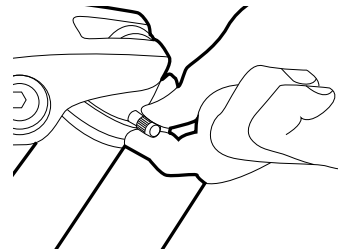

Figura 23. Manipolazione del cappuccio della valvola
- Svitare il cappuccio della valvola per accedere alla valvola dell'ammortizzatore che consente di regolare la pressione dell'aria, come mostrato nella *figura 23*.